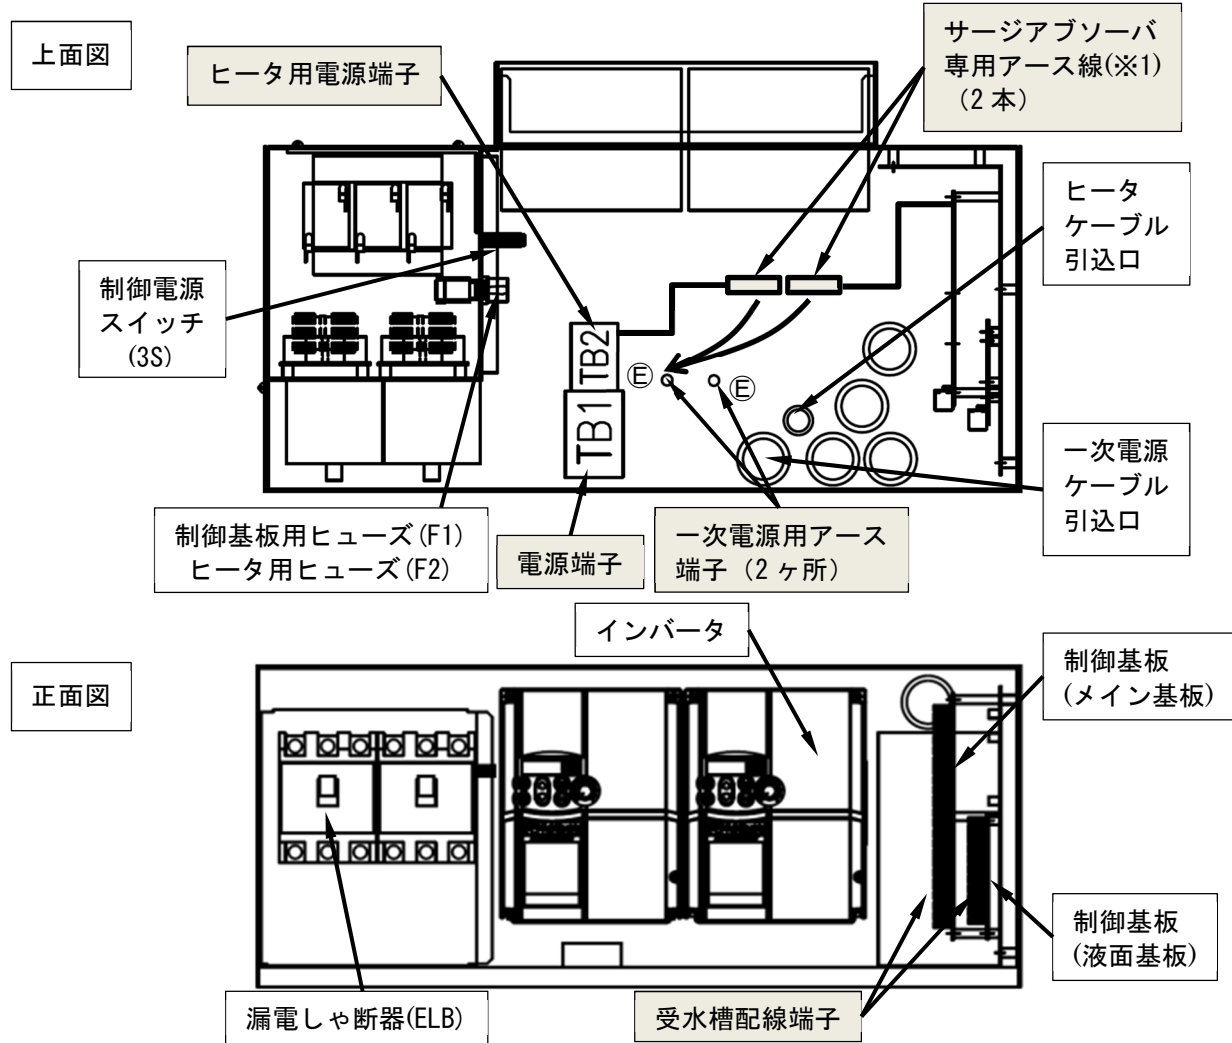

図4 制御盤内図 3.7kW以下（制御盤カバーを外した状態）
- (1) この給水装置は、主要部品（電動機・圧力センサ・フロースイッチ・サーミスタ等）の電気配線は、行っておりますが、一次電源は配線してありませんので、制御盤内の結線図により行ってください。配線は専用として、金属管又は金属ダクトに入れて、シールドを施し、管の外被は接地してください。同一管またはダクト内に、他のケーブルや制御線は併設させないでください。
- (2) この給水装置は、一次電源側に主開閉器が入っておりませんので必ずお取り付けください。感電事故防止のため、法律により、ご使用先に漏電しゃ断器の取り付けが、義務付けられていますが、本給水装置には特に「インバータ用」のものをご使用ください。
- (3) 開閉器を入れる前に、次の点をお調べください。
- ①しゃ断器は、適切なものが入っているか。
- ②配線は、間違いないか。
- ③接地（アース）は、確実に施工してあるか。（D種(第三種)接地工事）
- ④電動機端子3本が、1本でもゆるんだりはずれたりしていないか。端子2本で運転されると、欠相運転となり、電動機が焼損しますので、ご注意ください。（単相機種でも3本使用）
- (4) 受水槽の電極棒との接続が可能です。「5 5. 電気配線（受水槽電極）」により、受水槽設備を選択し、必要な配線を施行し、制御盤は選択した受水槽設備に該当する設定値に設定してください。ただし、400V級の制御盤（特殊仕様）の場合、受水槽流入弁制御は特殊仕様となります。制御盤内の結線図を確認して接続してください。
- (5) 電圧は、定格電圧の±5%以内、相間電圧アンバランス2%以内まで差支えないようになっていますが、その範囲を越えてのご使用は、故障の原因となりますので、ご使用しないでください。
- (6) 一次電源の配線の際は、一次電源のアース線を一次電源用アース端子に接続してください。単独交互0.4~1.1kW機種及び並列交互0.4kW機種については、サージアブソーバ専用アース線を一つにまとめ、もう一ヶ所の一次電源用アース端子に接続してください（図4 ※1）。
- (7) TB2 ヒータ用電源（400VA以下）は電源端子台より直接配線していますので、取り扱いの際は必ず主電源を切ってから行ってください。（盤内の開閉器のON-OFFとは無関係です）